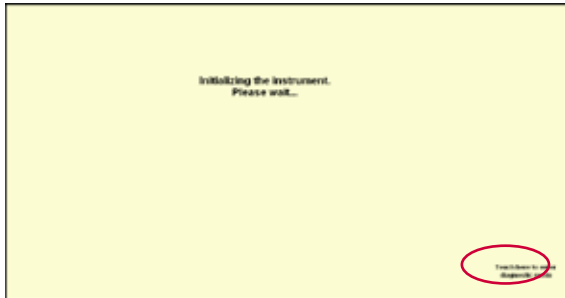
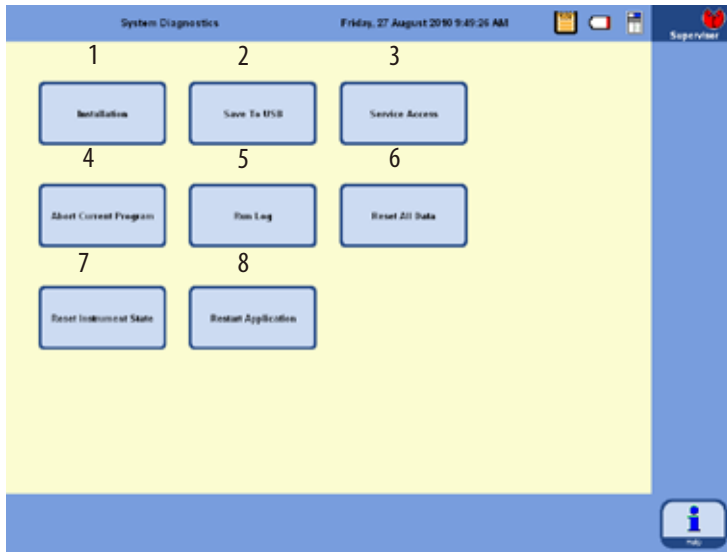

Fig. 58
Fig. 60
- Aparatul va avea nevoie de câteva minute pentru a se inițializa după pornire. Consultați opusul pentru afișajul corespunzător al ecranului tactil (Fig. 58).
în colțul din dreapta jos în timpul inițializării (Fig. 58). Acest lucru vă duce la meniul **SYSTEM DIAGNOSTICS (DIAGNOSTICE SISTEM)** (Fig. 60).
Pentru a face acest lucru, apăsați butonul **RESTART APPLICATION (REPORNIRE APLICAȚIE)** (8 din Fig. 60) și confirmați cu **YES (DA)** următoarea solicitare.
Inițializarea repornește așa cum se arată în Fig. 58 și în Fig. 59.